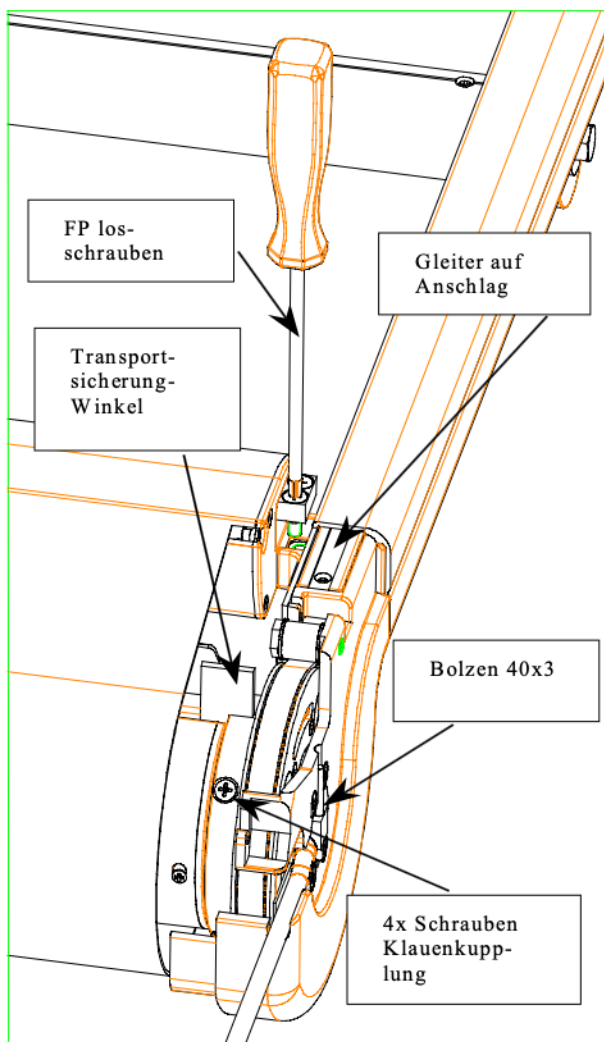
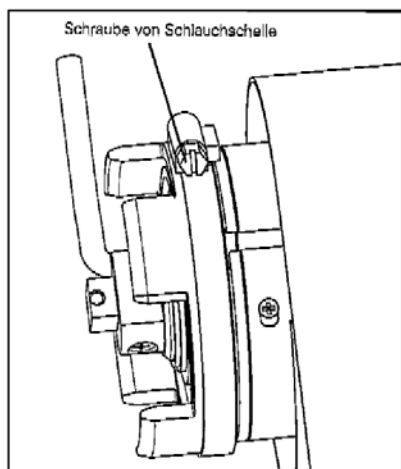

Bild 1: W6 - Motorseite
Bild 7: Anbringung Schlauchschelle
- Die vier radial angeordneten Schrauben aus der Klauenkupplung entfernen (Bild 1).
- Gleiter in der Führungsschiene bis auf Anschlag an der Konsole schieben (Bild 1).
- **Achtung!** Die vier radial angeordneten Schrauben der Klauenkupplung (Bild 1) mit der Schlauchschelle gegen herausdrehen sichern! (Bild 7). Schlauchschelle über den Schraubenköpfen anbringen. Schlauchschelle darf nirgends schleifen.